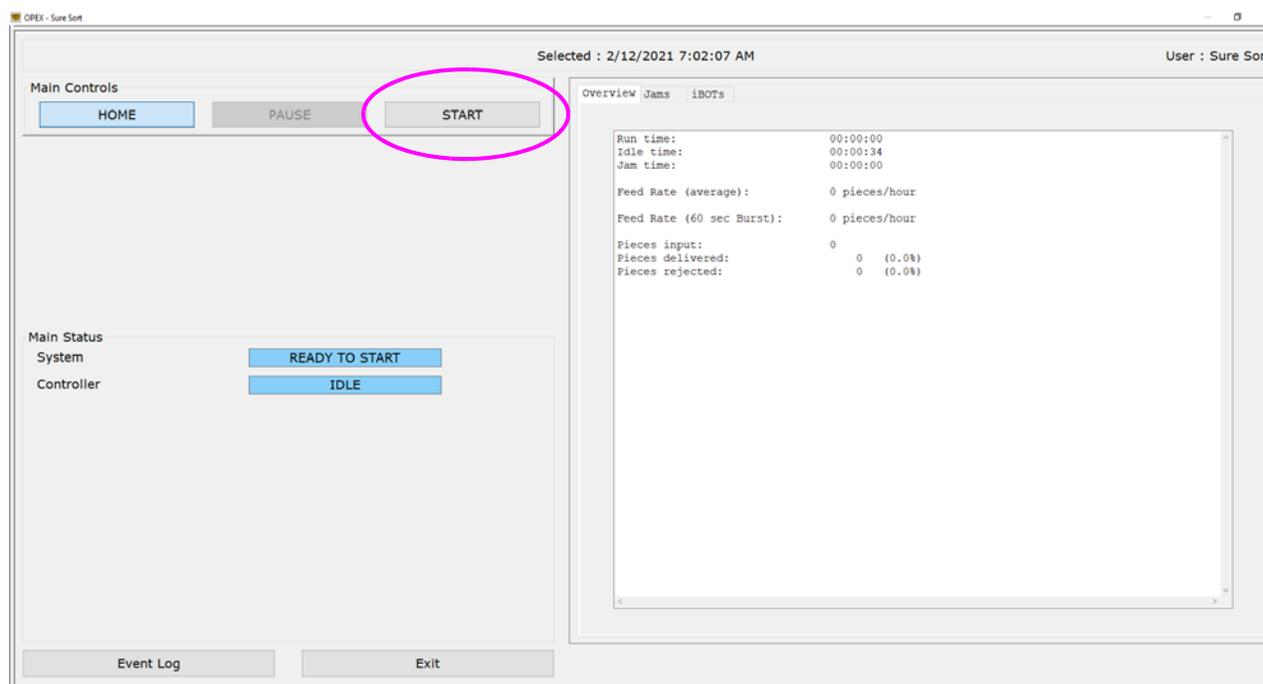

Figura 4-27: Tela de Execução da Hospedagem OPEX
1. Na Tela de Execução da Hospedagem OPEX, clique em **START** (consulte Figura 4-27 na página 146). Nesse ponto, os transportadores irão iniciar a execução e os iBOTS farão um ciclo, para que mantenham sua carga na preparação para a entrega de itens nas caixas.